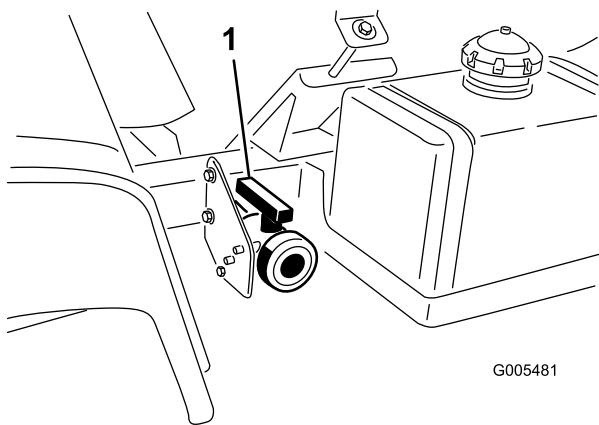

図 26
2. タンクのドレン・バルブは車両の左側にある(図 26)。燃料タンクの前にあるのがドレン・バルブである。